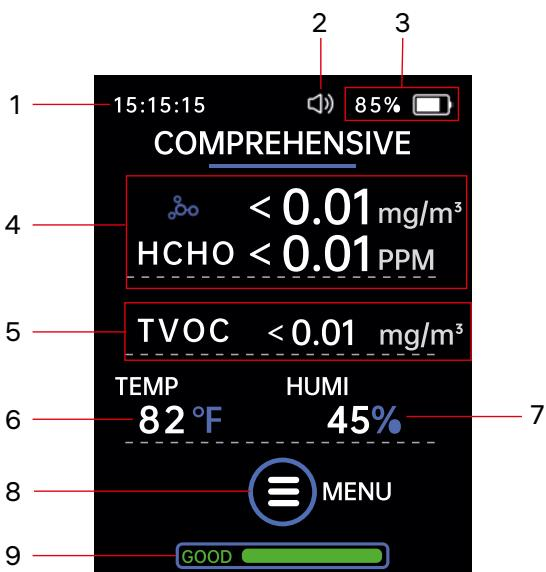
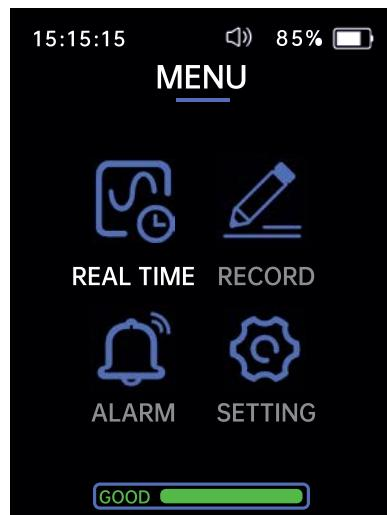

Рисунок 1
Рисунок 2
После включения питания на ЖК-экране (2) отображается время, громкость, состояние батареи, значения формальдегида (HCHO) и общего количества летучих органических соединений (TVOC), температура и влажность окружающей среды, а также индикатор качества воздуха (рис. 1). Нажмите кнопку «Меню» (6), чтобы войти в главное меню. Нажмите и удерживайте кнопку «Влево» (4) в течение 3 секунд для переключения между °C и °F. Нажмите кнопки «Влево» (4) и «Вправо» (8) для перехода к функциям меню (рис. 2).